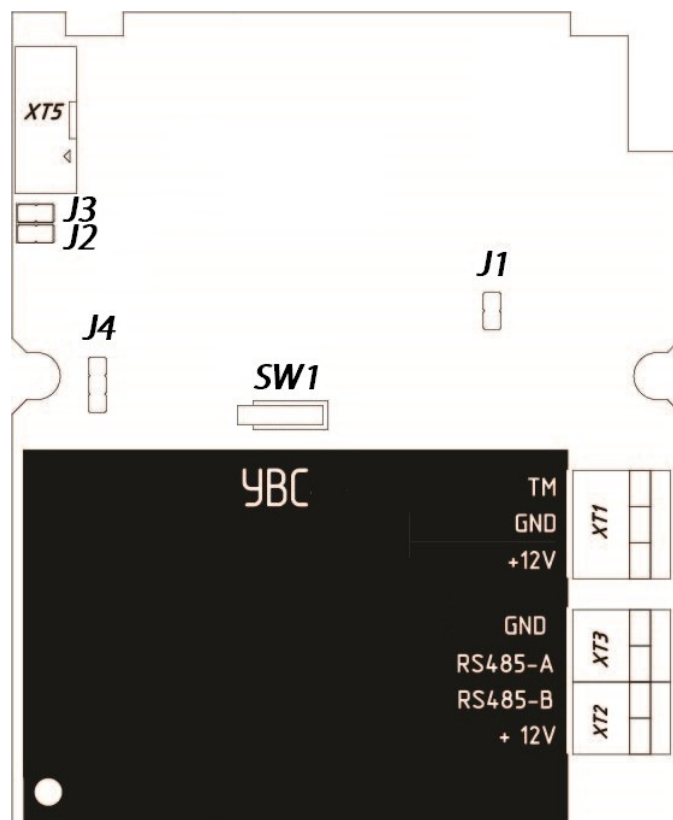

Рисунок 2.2. Назначение выводов устройства
Устройство подключается к объектовому прибору с помощью выводов, расположенных на печатной плате прибора (рисунок 2.2).
- 4 Подсоединить к выводам на плате устройства (рисунок 2.2) провода для источника питания и шины RS-485 или Touch Memory. При этом общая длина проводов определяется расстоянием до подключаемого объектового прибора и составляет:
В режиме конфигурации сети, назначение адресов происходит при последовательном подключении по одному УВС. Для назначения адреса, УВС должен быть переведен в режим конфигурации путём установки переключки J2 (рисунок 2.2).